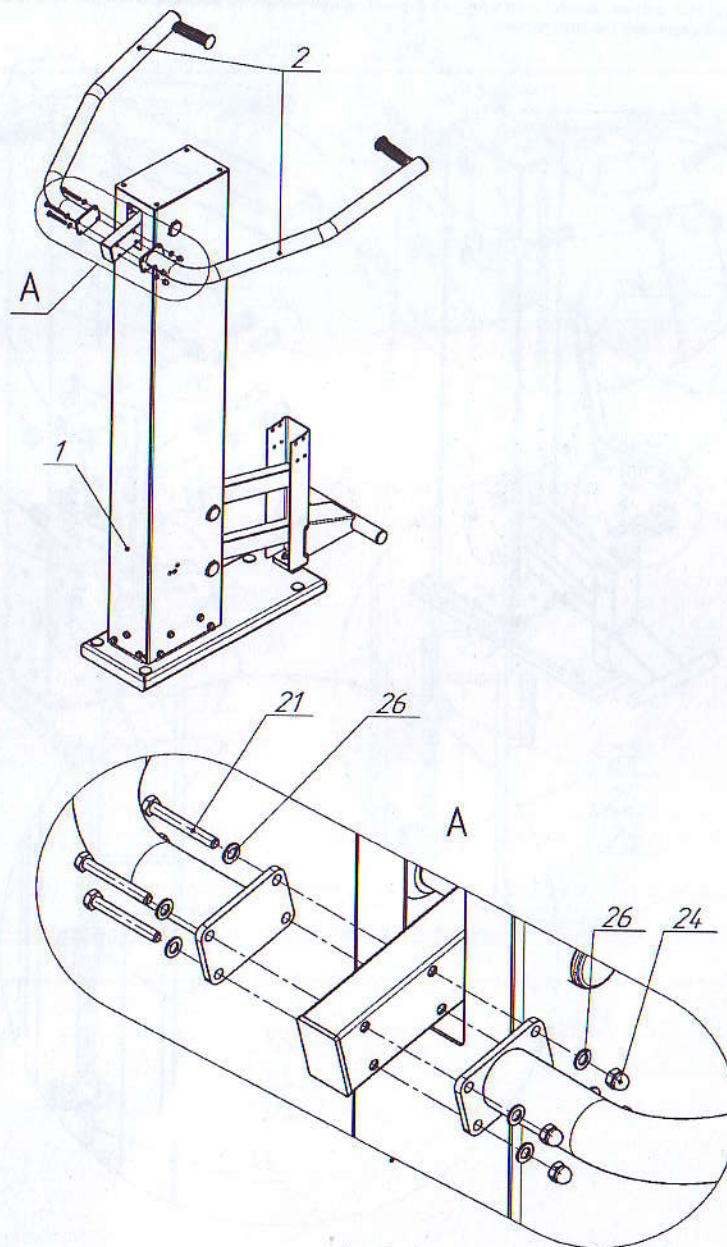

Рис. 5
12.3.8 ставить ручки (поз.2) на стойку тренажера (рис.5) и закрепить ручки при помощи болтов, гаек и шайб (поз. 21, 24 и 26).